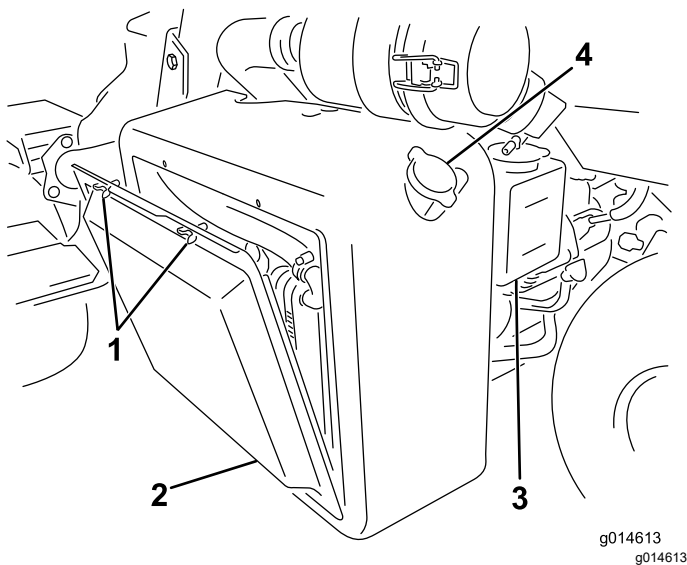
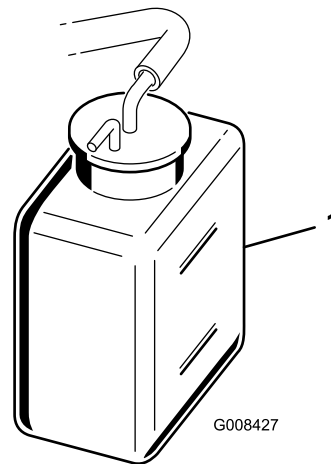

Рисунок 41
Рисунок 42
1. Снимите решетку радиатора (Рисунок 41).
2. Проверьте уровень охлаждающей жидкости (Рисунок 41 и Рисунок 42).